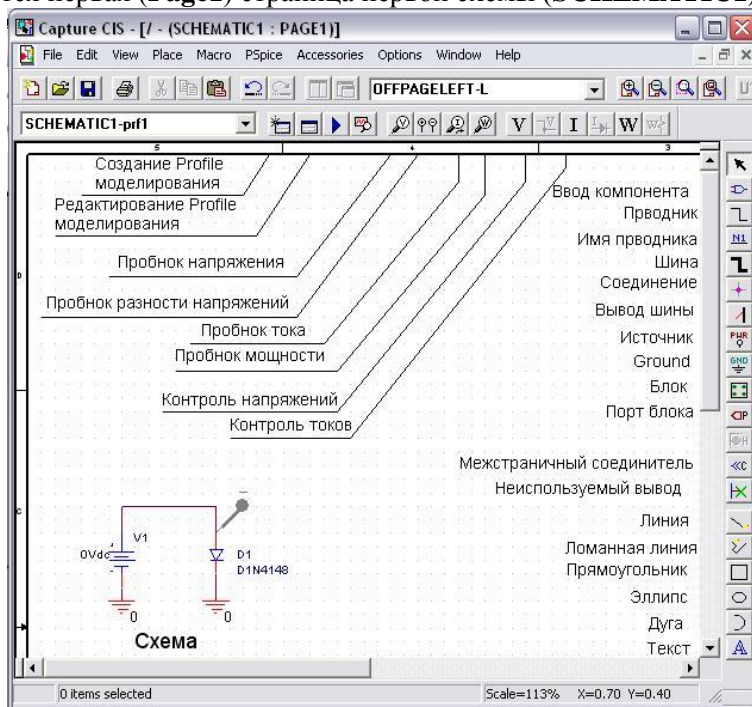

Рис. 1 Рабочее окно редактора схем
1.1. Создать папку для данного проекта. Открыть программу **CAPTURE\_SIS** (рис.1).